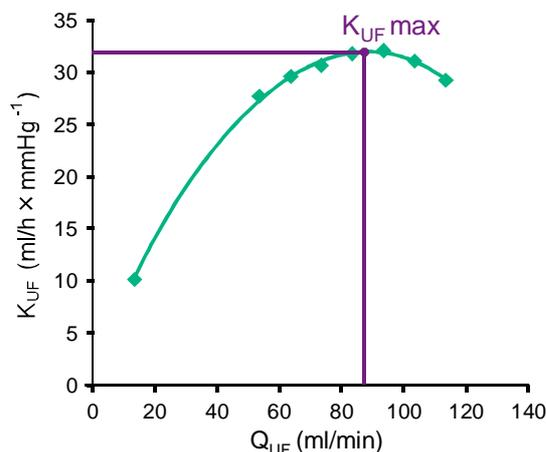

Abb. 11-23 Prinzip der K_{UF}max-Bestimmung
Zur Berechnung des K_{UF} (siehe auch Abschnitt 13.10 Formeln (398)) stellt das Gerät den konvektiven Fluss Q_{UF} ein, misst TMP und berechnet den Ultrafiltrationskoeffizienten K_{UF}. Die Bestimmung des K_{UF} für verschiedene Q_{UF}-Werte ergibt eine typische parabolische Funktion (Abb. 11-23): K_{UF} erhöht sich zunächst bis zum Scheitelpunkt der Parabel (Maximalwert) und verringert sich danach, wenn Q_{UF} weiter erhöht wird. Werden die ermittelten Werte mit einer Regressionskurve ($f(x) = Ax^2 + Bx + C$) verbunden, können der maximale Ultrafiltrationskoeffizient (K_{UF}max) und der entsprechende konvektive Fluss (Q_{UF}) ermittelt werden.